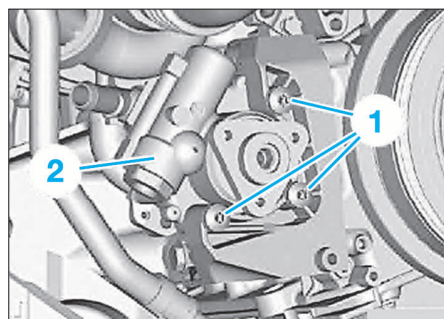

FIG. 17
- Défaire la vis creuse (3) et retirer la conduite de pression (4).
- Déposer les vis (1) (Fig.17).